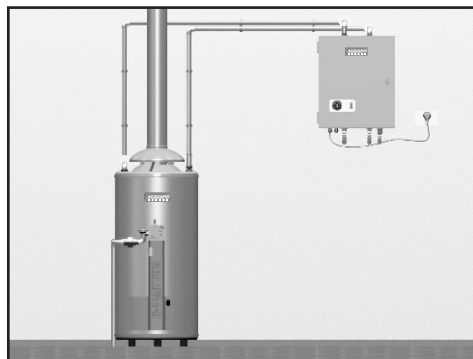

Fig. 3
A) Ubicados juntos en el mismo ambiente (Fig. 3).